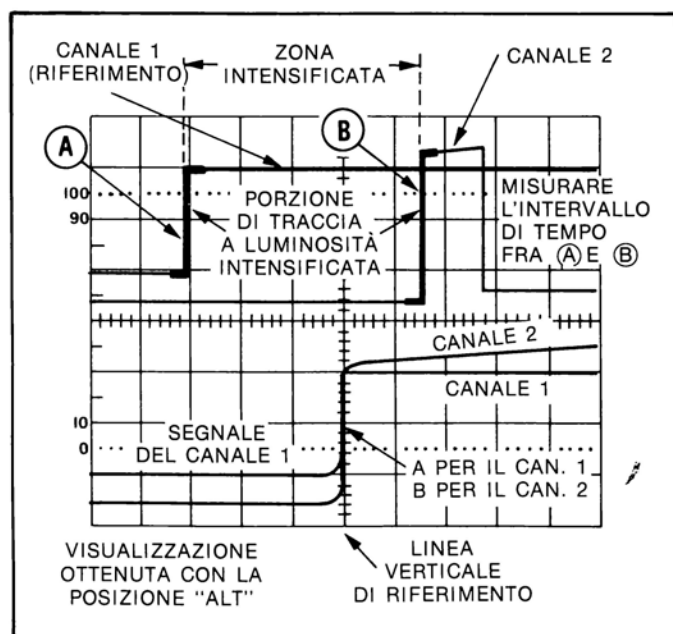

Figura 54
Regolare sia il comando POSITION del canale verticale 1 che il comando A/B SWP SEP in modo che la traccia scandita con l'asse-tempi A resti disposta sopra a quella scandita dall'asse-tempi B (si veda la figura 54).
- g) Ruotare la manopola del comando B DELAY TIME POSITION in modo da coprire il fronte di salita dell'impulso di riferimento con il tratto di traccia a luminosità intensificata che compare nella forma d'onda scandita con l'asse-tempi A; si ritocchi poi con delicatezza il comando fino a fare coincidere il fronte di salita scandito dall'asse-tempi B con una qualsiasi linea verticale del reticolo (la linea verticale di centro del reticolo nella figura 54 al punto a).
- l) Ruotare la manopola del comando B DELAY TIME POSITION fino a che il fronte di salita dell'impulso in esame, scandito dall'asse-tempi B, non venga a coincidere con la stessa linea verticale del reticolo utilizzata al punto g) (si veda la figura 54 al punto B).